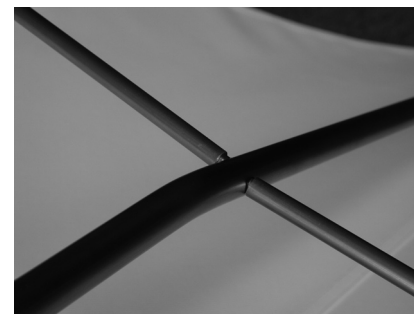

Fig. 32
- E02 Rechte Querstrebe [02] in Mast [01] einstecken (siehe Fig. 32).